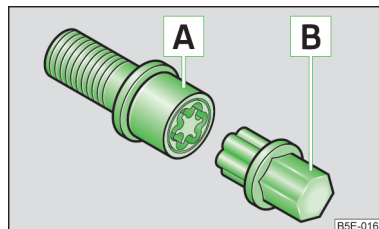

Fig. 201
- Introduceți adaptorul [B] » fig. 201 cu partea zimțată până la limită pe dantura interioară a șurubului antifurt [A], astfel încât să se mai vadă doar partea sa hexagonală.